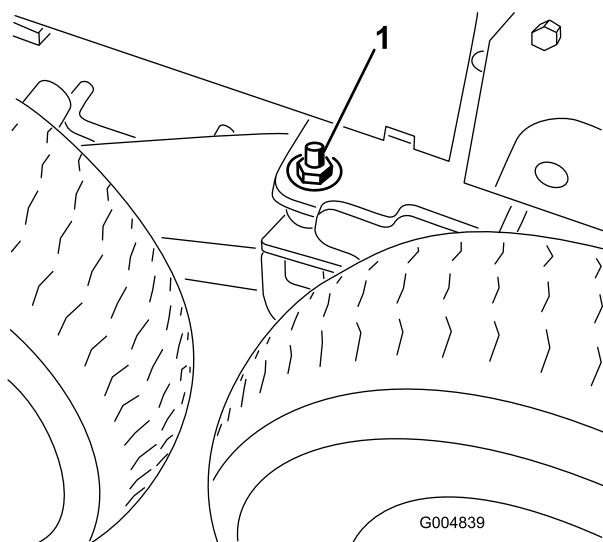

図 118
43. 各ボギーピボットのスタッドから、平ワッシャ 1/2 インチと 1/2 インチを取り外す 図 118。